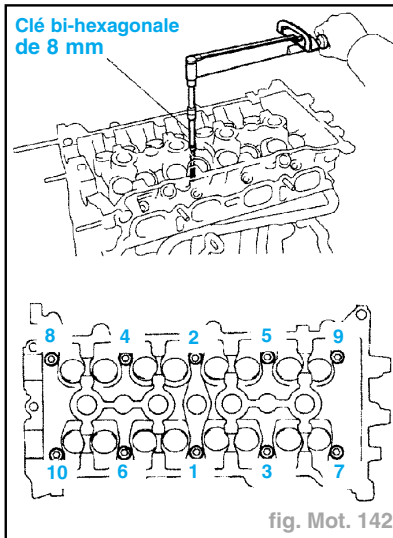

fig. Mot. 142
- mot. 1.3 i et 1.5 i (fig. Mot. 142).